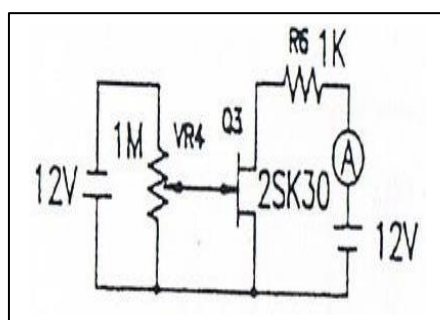

Fig. 1.1.b
3.2.1/Mesure de I_{dss} (Figure 1.1.a)
- 2/- Positionner les cavaliers suivant la figure 23004 block b1 en se référant au schéma de la fig 1.1-a.
Fig. 1.1 a
3.2.2/Mesure de V_p (Figure 1.1.b)
- 1/- Positionner les cavaliers suivant la figure 23004 block b 3 en se référant au schéma de la fig. 1.1.b.